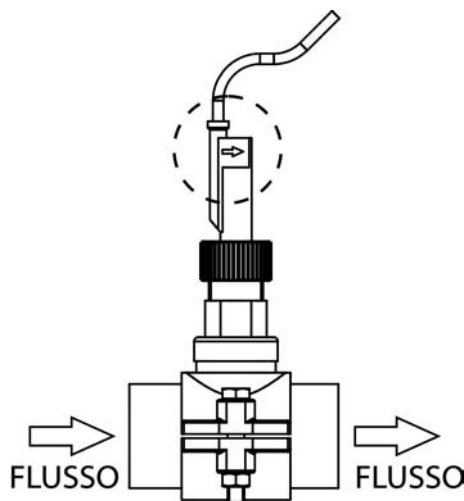

Fig. 14-2
3. Sulla testa del rivelatore di flusso è segnata una freccia; assicurarsi che quest'ultima sia parallela all'asse della tubazione e sia rivolta nella direzione del flusso d'acqua (Fig. 14-2).